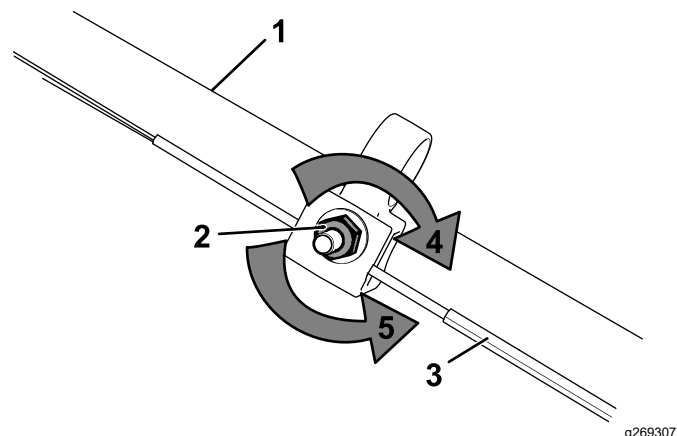

図 26
2. ケーブル 図 26 を押し引きして適当な位置に調整できたら、その位置に保持する。
1. 調整ナットを左に回してケーブルの調整をゆるめる 図 26。